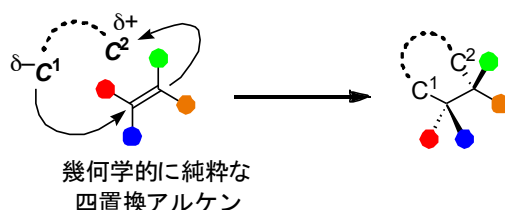

図3 四置換アルケンに対する面選択的な付加反応
1. 幾何学的に純粋な四置換アルケン^{注1}に対する面選択的な付加反応 (図3)